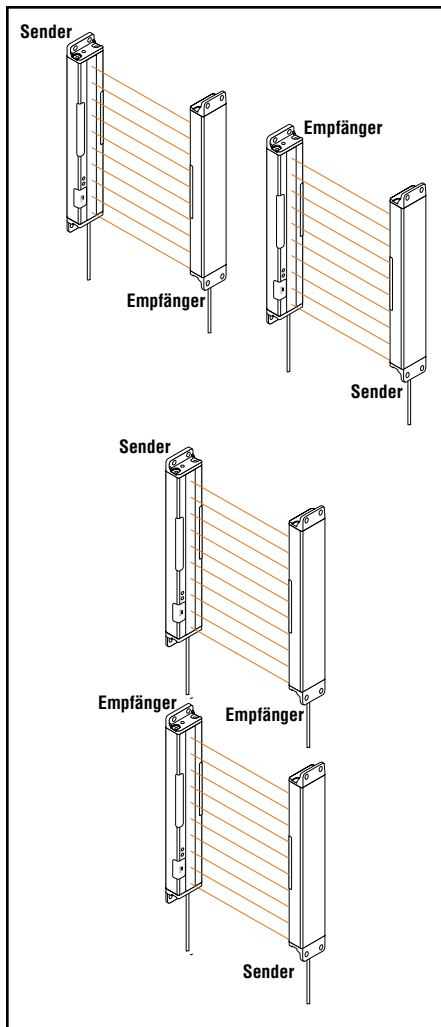

Abbildung 2. PVA-Installation: zur Vermeidung von Übersprechen mehrere Sender-Empfänger-Paare abwechseln
- Sender und Empfänger werden wie in Abbildung 2 gezeigt abwechselnd positioniert.